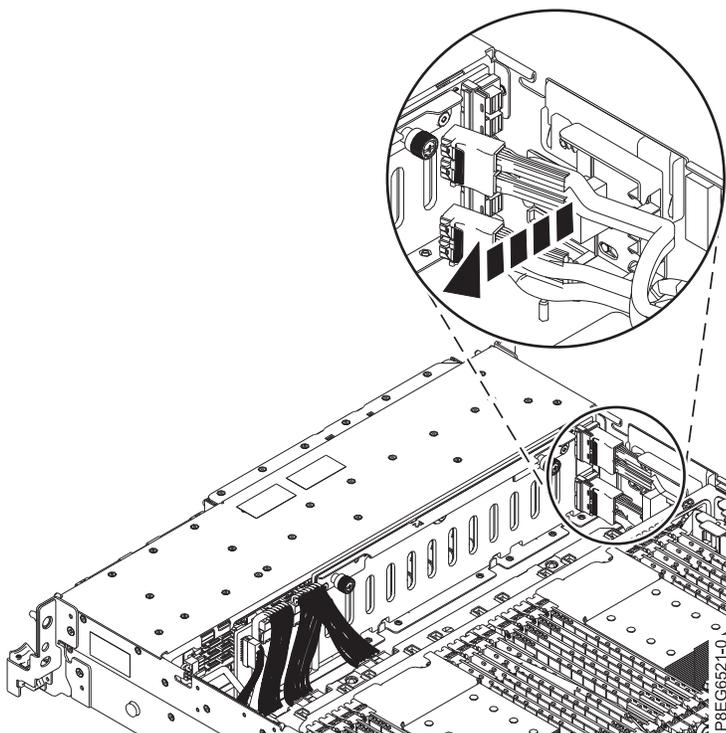

Abbildung 3. Abziehen der SAS-Kabel
4. Ziehen Sie die vorderen SAS-Kabel aus der Kabelführung an der Seite des Systemchassis (wie dargestellt in Abb. 3).